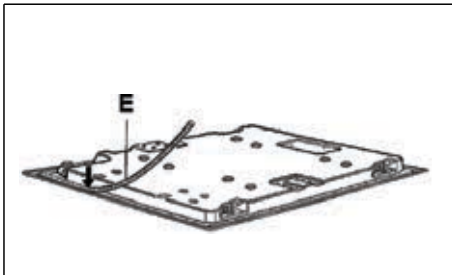

FIG. 9
- Vire a placa e posicione o lado adesivo da junta "E" corretamente (fig. 9) sob o bordo da placa de forma que o lado externo da junta fique perfeitamente encaixada no bordo perimétrica externa da placa. As extremidades das fitas devem encaixar-se sem ficarem sobrepostas.